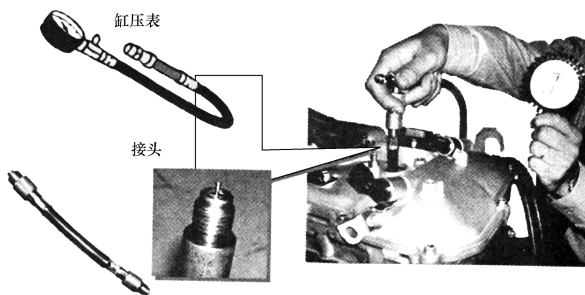

图 1-116 测量气缸压力
6) 汽油机需要拆除全部火花塞,将节气门全开;柴油机需要拆除全部喷油器。然后把气缸压力表的锥形橡皮头扶正压紧在火花塞(喷油器)孔上,用起动机转动曲轴3~5s(转速应符合原厂规定)。待压力表指针指示并保持最大压力后停止转动,记录压力表指示的读数。按下单向阀按钮使压力表指针回零,如图1-116所示。按上述方法依次进行测量,每缸测量次数不少于两次,取平均值。